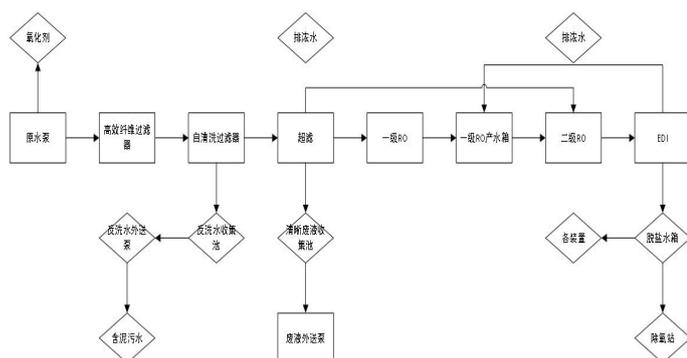

图1 装置基本原理
反渗透亦称逆渗透 (RO), 一种以压力差为推动力, 从溶液中分离出溶剂的膜分离操作。是用一定的压力使溶液中的溶剂通过反渗透膜 (或称半透膜) 分离出来。因为它和自然渗透的方向相反, 故称反渗透。对膜一侧的料液施加压力, 当压力超过它的渗透压时, 溶剂会逆着自然渗透的方向作反向渗透。在 RO 的原水侧加压, 使原水中的一部分水沿与膜垂直的方向透过膜、水中的盐类和胶体物质在膜表面浓缩, 剩余部分原水沿与膜平行的方向将浓缩的物质带走。透过水中仅残余少量盐份, 收集利用透过水, 即达到了脱盐的目的。反渗透是水处理系统中最主要的脱盐装置, 利用反渗透膜的特性来除去水中绝大部分可溶性盐分、胶体、有机物及微生物等, 主要可溶性盐分 Na^+ 、 NO_3^- 、 SO_4^{2-} 和 HCO_3^- 等的去除率可达到 98% 以上。垃圾渗滤液装置的基本原理如图 1 所示^[1]。通过设备进水, 经过原水泵进行氧化